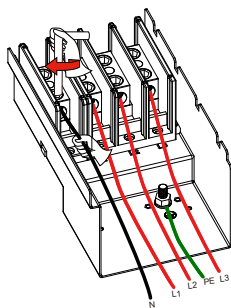
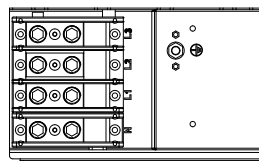

Рис. 5.9 Кабель змінного струму, підключений до терміналу
Рис. 5.10 Затягування з'єднувального кабелю змінного струму
- 2) Підключіть кабель через розподільну коробку, водонепроникну оболонку і вставте в клеми ( Рис. 5.9 показано режим підключення трьох фазних ліній, підключених до розподільної коробки, дріт заземлення прикручений до корпусу інвертора), і за допомогою шестигранної викрутки притисніть джгут проводів до з'єднувальної клеми, як показано на Рис. 5.10.